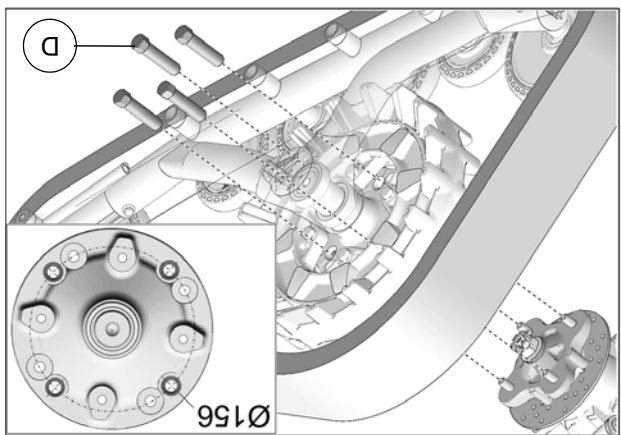

Fig. 14
7. Fixer le système de traction au moyen de roue avant. Utiliser le cercle de perçage de $\text{Ø}156\text{mm}$ et les écrous de roue (D) fournis. Voir la Fig. 14